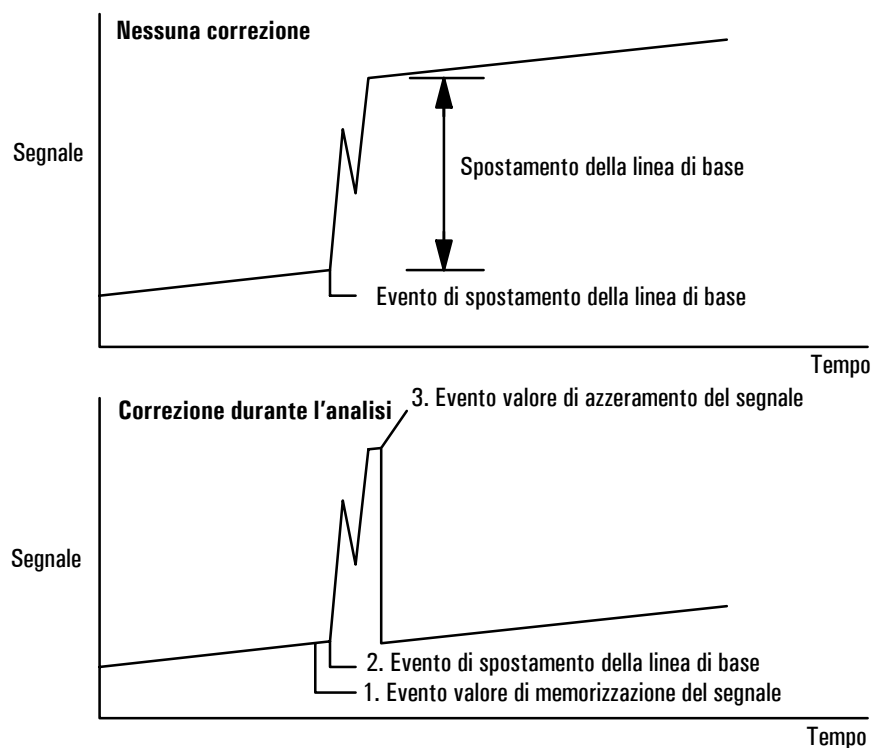

Figura 2. Correzione degli spostamenti della linea di base
- *Signal Zero - Value* - Sposta la linea di base disturbata, sottraendo il valore memorizzato dall'evento *Store Signal Value* da tutti i valori futuri relativi al segnale. Quando questi due eventi si verificano prima e dopo uno spostamento della linea di base, l'effetto è quello di riportare la linea di base al livello precedente. L'evento di memorizzazione deve verificarsi prima dello spostamento della linea di base e l'evento di azzeramento del valore deve verificarsi dopo che la linea di base si è stabilizzata al livello variato. Vedere la Figura 2.